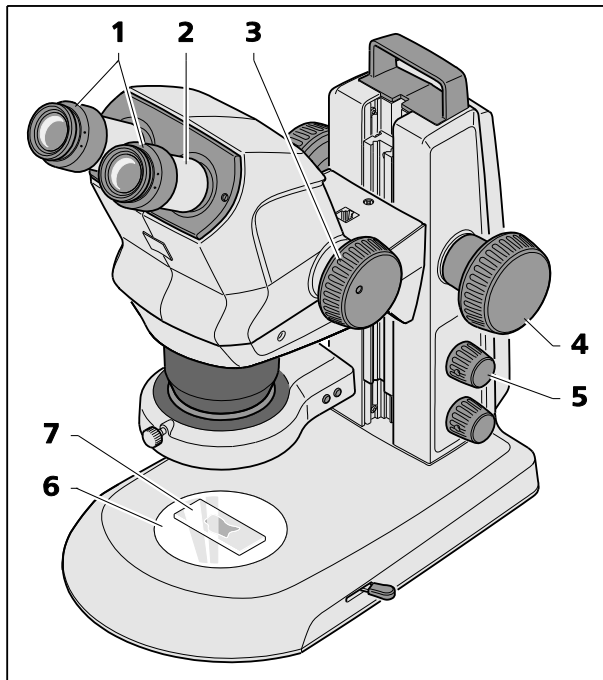

Fig. 13 Regolazione del microscopio stereoscopico
1. Mettere il campione (Fig. 13/7) al centro sul disco in vetro o in plastica (Fig. 13/6) e illuminarlo (Fig. 13/5).
2. Impostare la compensazione diottrica sugli oculari regolabili (Fig. 13/1) a "0".
3. Regolare la distanza personale tra gli occhi spostando lateralmente il tubo oculare (Fig. 13/2), fino a quando **un solo** cerchio di luce completo (campo del campione) è visibile quando si osserva negli oculari con entrambi gli occhi.
4. Inizialmente, impostare lo zoom (Fig. 13/3) all'ingrandimento minimo.
5. Mettere a fuoco un piccolo dettaglio distinto al centro del campione (Fig. 13/4).
6. Regolare lo zoom al valore massimo (Fig. 13/3). In seguito all'ingrandimento, il dettaglio distinto sarà probabilmente sfocato e non più al centro dell'immagine.
7. Rimettere a fuoco il "dettaglio distinto dell'oggetto" osservato utilizzando la manopola di messa a fuoco fino a vederlo di nuovo "nitidamente" al centro del campo dell'oggetto (Fig. 13/4).
8. Riportare il valore dello zoom al minimo (Fig. 13/3) e correggere l'eventuale sfocatura dell'immagine regolando la compensazione diottrica **sugli oculari regolabili per ciascun occhio separatamente** (compensazione del difetto visivo) (Fig. 13/1).
Per questa ultima fase, **non utilizzare** la manopola di messa a fuoco, Fig. 13/4.
- Premendo la manopola (Fig. 13/5), si accende o spegne l'illuminazione a luce riflessa (illuminatore spot o illuminatore spot doppio).